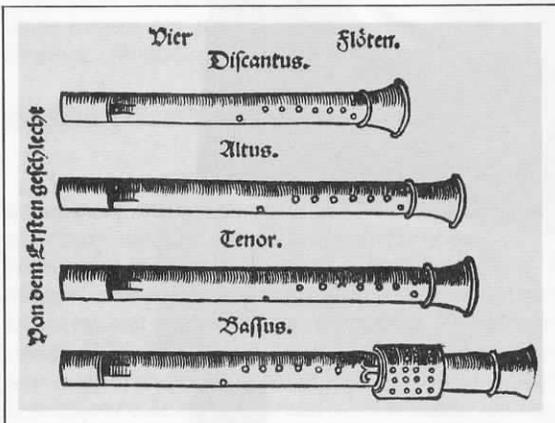

Fig 7 - Agricola «Musica instrumentalis deudsh» 1528
*- la flûte est utilisée principalement en ensembles de 3 ou 4 instruments de diverses grandeurs : basse, ténor, alto, dessus.(Fig. 7)*